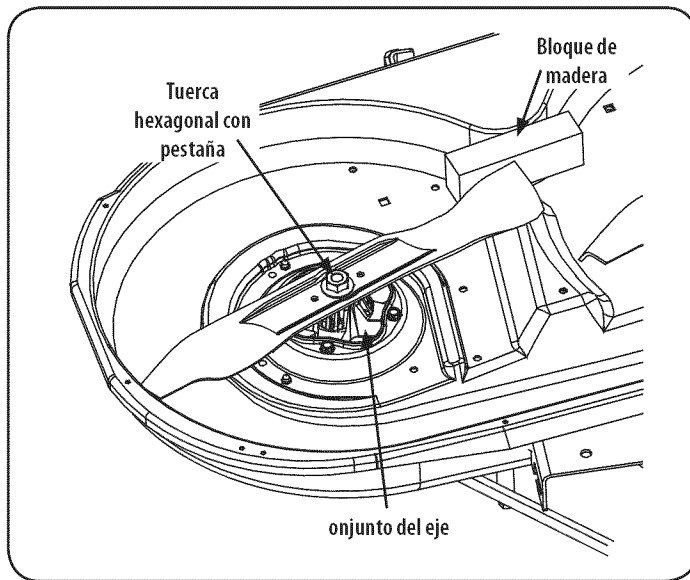

Figura 37
2. Use una "llave de 15/16 para sostener la tuerca hexagonal en la parte superior del conjunto del husillo cuando afloje la tuerca hexagonal que fija la cuchilla. Un bloque de madera puede ser colocado entre el alojamiento de la plataforma y el filo de la cuchilla para ayudar a aflojar la tuerca hexagonal que fija la cuchilla. Ver Figura 37.